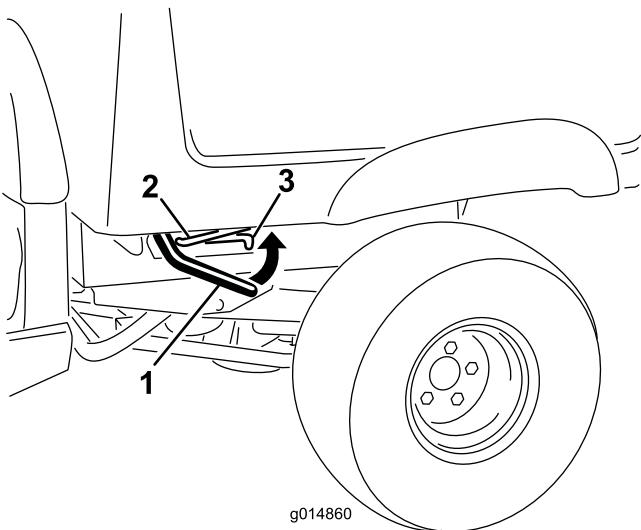

Figura 1
- Alzate le leve ai lati del cassone e sollevatelo (Figura 1).
3. Tirate l'asta di supporto nella fessura di arresto per ancorare il cassone (Figura 1).